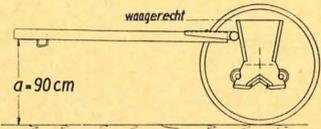

Abb. 12 Richtige Lage des Düngerkastens
4. Nach dem Anspannen prüfen, ob der Düngerkasten in Waage liegt (s. Abb. 12).
5. Vor dem Einfüllen des Düngers müssen die Streuwalzen (18), Muldenbretter (19) und das Kasteninnere trocken sein!
11. Große Düngermengen ohne Streurechen (27) streuen!